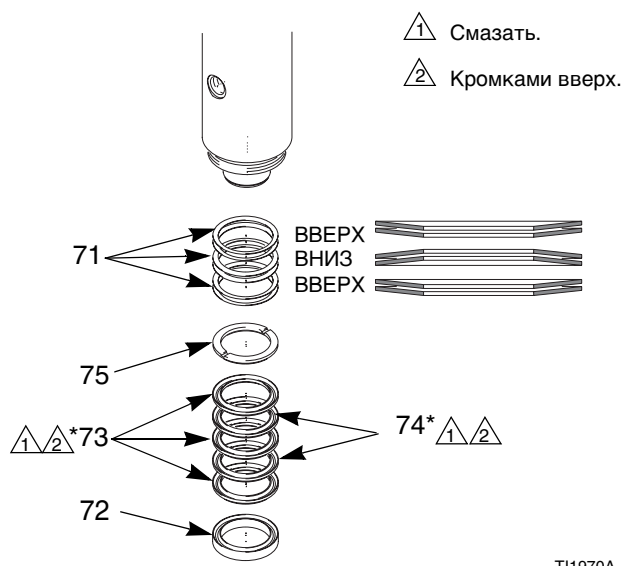
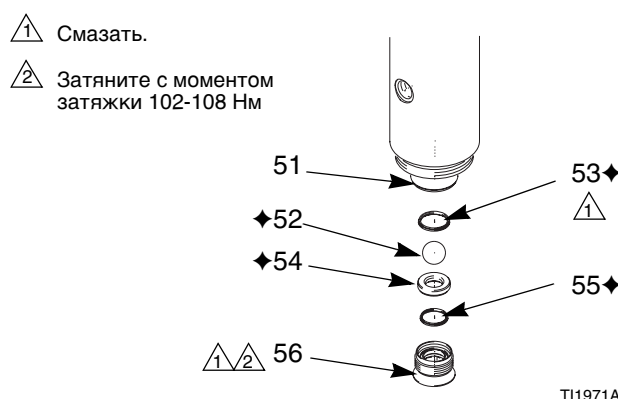

Рис. 14. Уплотнения поршня
Рис. 15. Поршневой клапан
3. Снимите уплотнения поршня. См. Рис. 14.
4. Свинтите корпус поршня (56) со штока (51). Разберите поршень. См. Рис. 15.
6. Установите кольцевое уплотнение (55♦) и седло (54♦) в корпус поршня (56). Установите кольцевое уплотнение большого размера (53♦). Смажьте кольцевое уплотнение (53♦) и резьбу поршня. Установите шар (52♦) на седло. Навинтите поршень на шток (51). Затяните его усилием в 102-108 Нм.
7. Установите уплотнение (76*♦) на нижний цилиндр (77). Установите охватывающий сальник (72),
v-образные уплотнения (73*, 74*) и охватываемый сальник (75) в цилиндр. Попеременно устанавливайте v-образные уплотнения так, чтобы кромки были направлены вверх. См. Рис. 14.